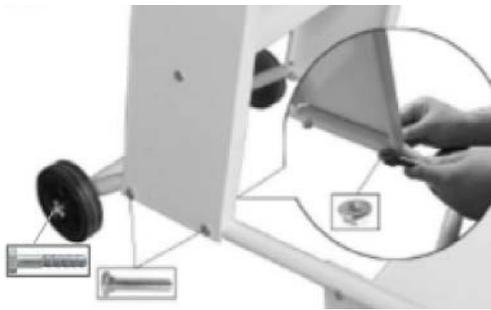

Fig. 4: Ruedas de montaje y placa lateral
Paso 2: Fije las ruedas y los dos paneles laterales al parte inferior del chasis utilizando los tornillos y tuercas de cabeza cuadrada M8x40 (Fig.4).